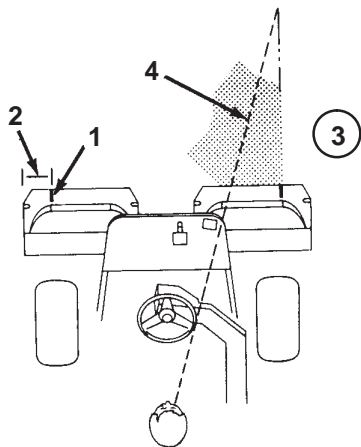

Bild 30
2. Bringen Sie einen Streifen weißes Isolierbands an jedem Korb an, oder zeichnen Sie eine Linie. Das Isolierband bzw. die Linie sollten parallel mit der äußeren Kante jedes Korbs verlaufen (Bild 30).
3. Wenn Sie zurückfahren, sollte der neue Mähgang den ersten ein klein wenig überlappen. Damit Sie in einer möglichst geraden Linie über die Grünfläche fahren können und einen gleichmäßigen Abstand zum zuvor gemähten Rasenstück einhalten können, sollten Sie sich eine imaginäre Sichtlinie ungefähr 1,8 bis 3 m vor der Maschine bis zum Rand des noch ungemähten Teils der Grünfläche vorstellen (Bild 30 und 31). Manche Leute finden es auch hilfreich, die äußere Kante des Lenkrads in die Sichtlinie mit einzubeziehen, d.h. sie halten das Lenkrad in einer Linie mit einem Punkt, der immer im gleichen Abstand von der Vorderseite der Maschine bleibt (Bild 30 und 31).